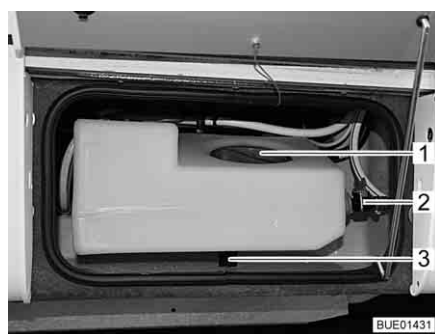
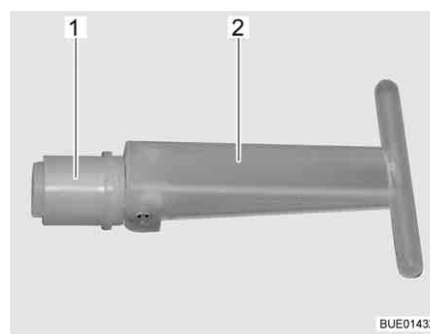

Fig. 203 Depósito de agua adicional
Fig. 204 Tapón de cierre
Al estar abierta la válvula de descarga (Fig. 203,2), la cantidad de llenado estará limitada a aprox. 30 l; el agua excesiva saldrá. Si la válvula de descarga está cerrada, estará a disposición el volumen completo del depósito.
Si se retira el tapón de cierre (Fig. 204,1) en el interior del depósito de agua adicional, el agua saldrá a través del desagüe (Fig. 203,3). Al tapón de cierre se tiene acceso a través de la abertura de servicio (Fig. 203,1).
- Asegurar que el tapón de cierre (Fig. 204,1) en el depósito de agua adicional esté cerrado (el asidero (Fig. 204,2) está plegado).
- Asegurar que esté cerrada la válvula de descarga (Fig. 203,2).
- Abrir la abertura de servicio (Fig. 203,1) del depósito de agua adicional.
- A través de la abertura de servicio, poner el asidero (Fig. 204,2) del tapón de cierre (Fig. 204,1) en posición vertical y extraer el tapón de cierre.
- Abrir la válvula de descarga (Fig. 203,2) del depósito de agua adicional.